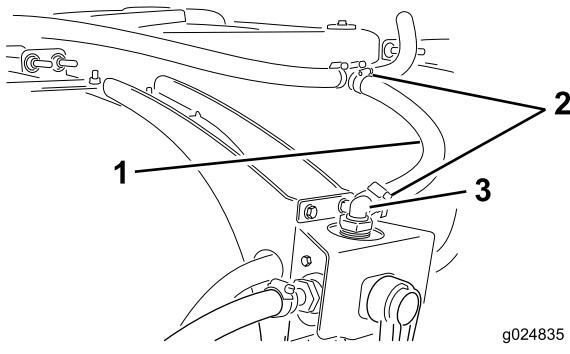

Figura 30
- Instale la manguera en el extremo abierto del acoplamiento en T instalado anteriormente (Figura 30).